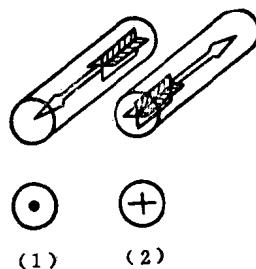

图 2
我们常用箭头表示电流方向。电流沿导线流动时，就在导线上绘一箭头，以表示电流方向。从导线的横截面上看电流方向时，用图 2 所示的方法来表示：如图 2
(1) 上小圆点 “·” 表示电流向外流出导线；如图 2 (2) 上 “+” 表示电流向内进入导线。